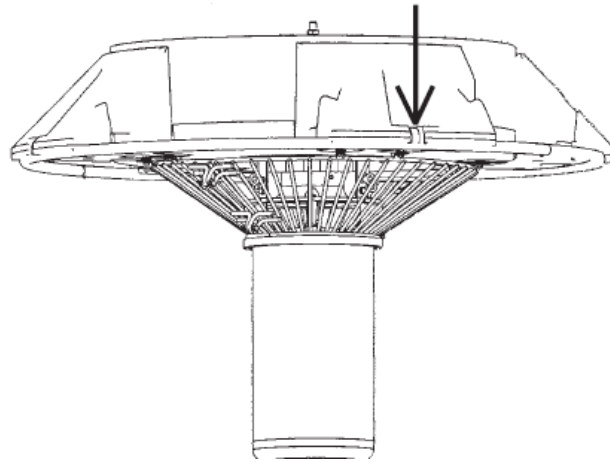

Figura 6
K. Levante el anillo del flotador para que se asiente en la ranura de la parte inferior de cada flotador lateral. Asegure el anillo del flotador en cada flotador lateral mediante una abrazadera de banda en el área que se muestra con una flecha en la Figura 6.